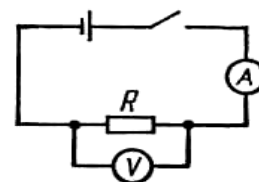

Рис. 1. Схема
5. Для измерения удельного сопротивления проводника собирают электрическую цепь. Схема, которой показана на рис. 1.